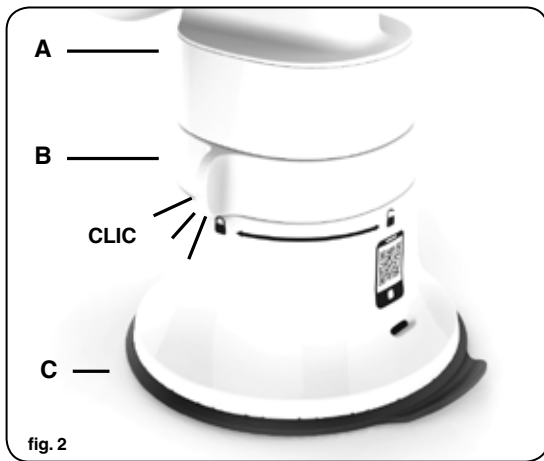

fig. 2
3. Pentru a fixa piciorul pe blat și a bloca partea superioară a piciorului cu ventuză, rotiți inelul (B) în poziția de blocare (fig. 2), până când se aude un clic. Asigurați-vă că toate piesele sunt blocate împreună (fig. 2).